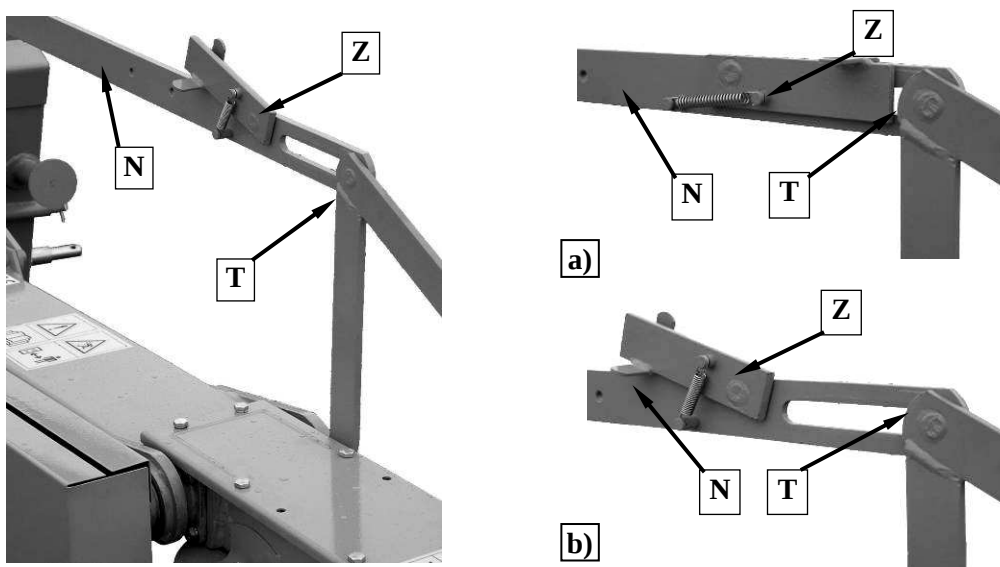

Рис. 8. Установка защёлки "Z" в положении: а) транспортном; б) рабочем
- ❑ Повернуть защёлку „Z” вверх (Рис. 8), в положение позволяющее передвигать стержень „Т” в продолговатом отверстии соединительной тяги N. Это позволяет свободно копировать рельеф местности.